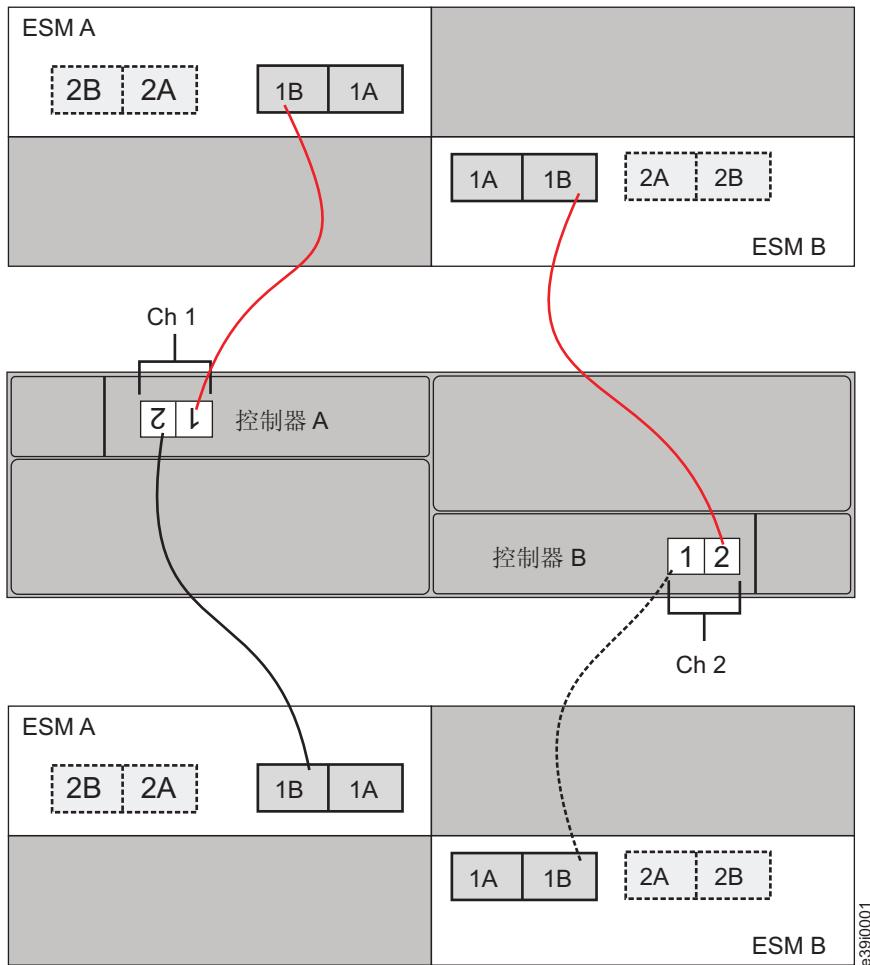

图 25. 以循环法方式对 EXP520 布线
- 建议您以循环法方式将存储扩展机柜添加到 DS5000 驱动器端口。例如，如果您有两个 EXP520 要连接到 DS5020，请将这两个 EXP520 分布到所有驱动器端口上，使驱动器通道的每个驱动器端口都连接有一个机柜，而不是将这两个机柜用电缆连接到驱动器通道的一个驱动器端口上。要获取图示，请参阅第 38 页的图 25。